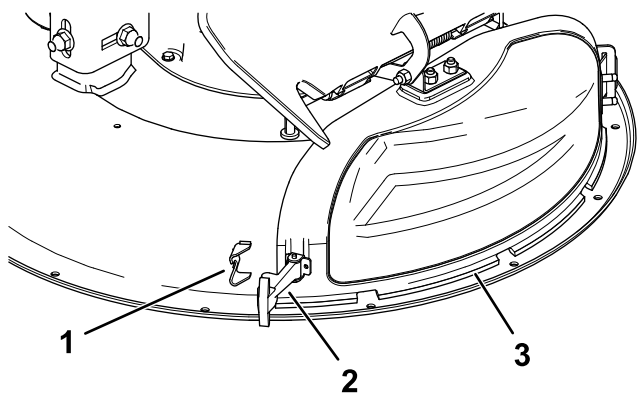

Figura 11
3. Solte o trinco flexível do fixador do trinco na cobertura de descarga e rode a cobertura de descarga para a direita (Figura 11).
6. Prenda a cobertura de descarga à plataforma encaixando o trinco flexível na cobertura de descarga no retentor na plataforma (Figura 11).